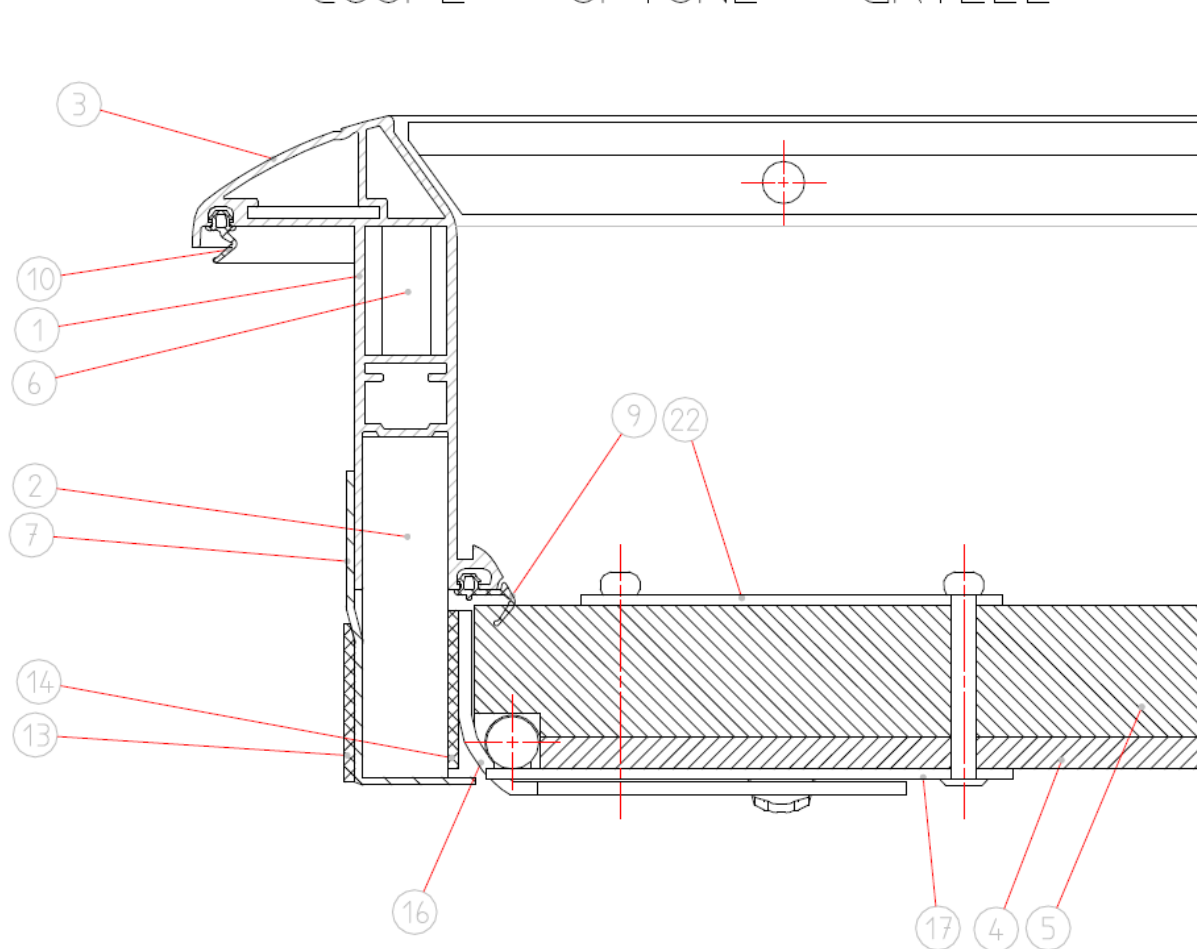

Figure 8 : type de montage sur conduit
6.14. SUR UN CONDUIT EN PLAQUES DE TYPE GEOTEC® S E = 30 MM _ VOIR FIGURE 8 : CONDUIT STAFF SOLUTION 1